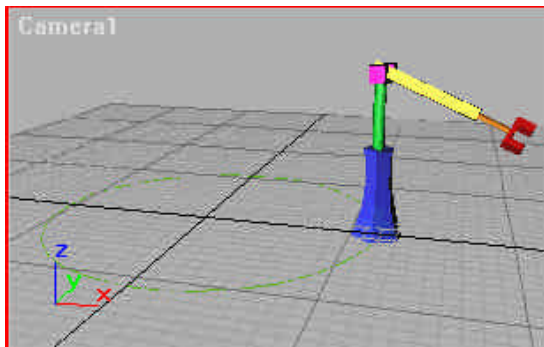

图11-13 机械手处于第0帧的状态
3) 点选 Animate (动画记录) 按钮, 确定机械手当前处于第 0 帧, 调整摄像机到合适的角度, 如图 11-13 所示。